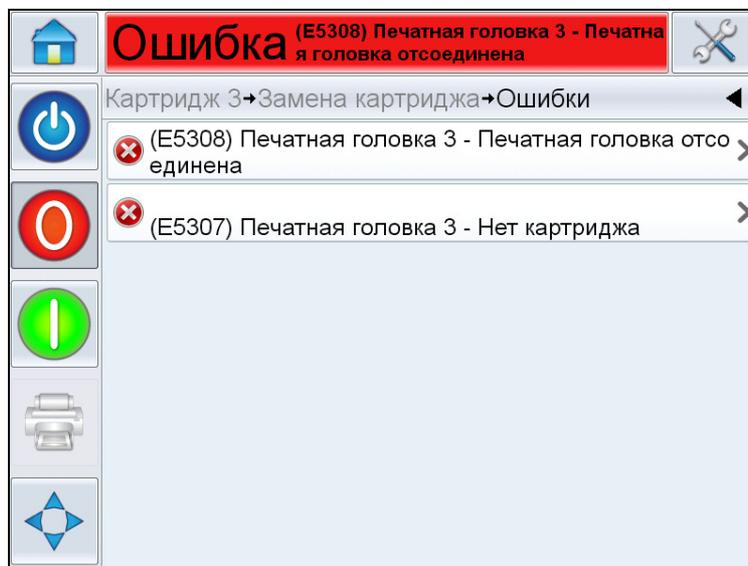

Рис. 8-2: Выбор неисправности
- 1 Подобная процедура используется для удаления предупреждающих сообщений. Для просмотра перечня неисправностей, нажмите сообщение красного цвета "НЕИСПРАВНОСТЬ" (Рис. 8-2 на стр. 8-3).